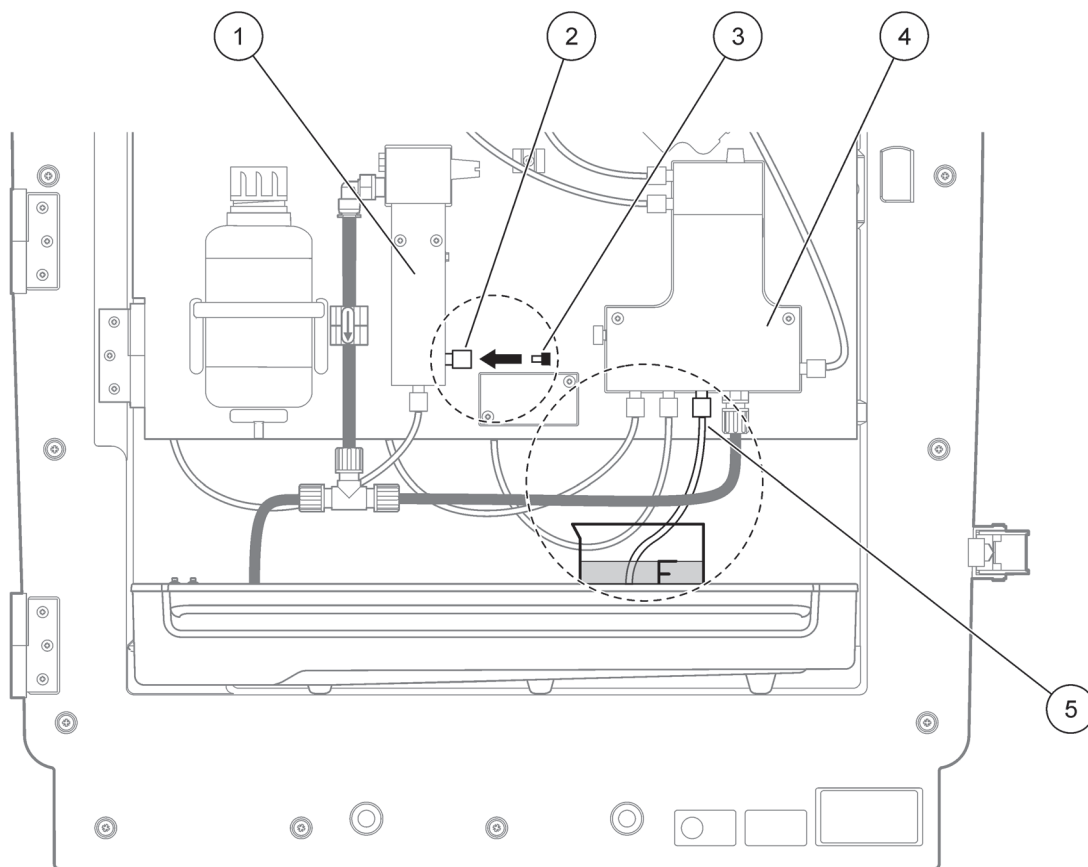

Рисунок 21 Модификация АМТАХ sc
7. Нажмите ENTER (ВВОД), чтобы модифицировать анализатор (Рисунок 21 на стр. 60):